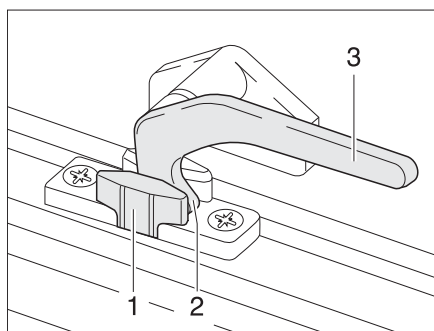

Fig. 43 Palanca de bloqueo en la posición de "ventilación continua"
- En la posición "ventilación continua" (Fig. 43)
- Girar la palanca de bloqueo (Fig. 43,3) un cuarto de vuelta hacia la mitad de la ventana.
- Girar la palanca de bloqueo un cuarto de vuelta hacia el marco de la ventana. El saliente de bloqueo (Fig. 43,2) se ha de introducir para ello en el rebaje del bloqueo de la ventana (Fig. 43,1).